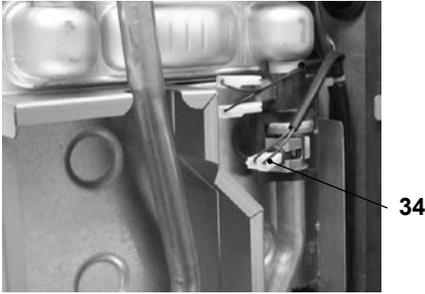

Figura 8.4
- Scollegare il cablaggio della sonda NTC riscaldamento 34 in Figura 8.4
- Ricollegare il cablaggio della sonda NTC riscaldamento 34 in Figura 8.4.